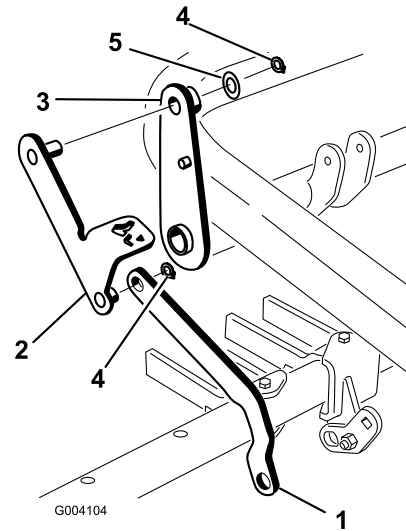

Bild 14
3. Schieben Sie das Ende des Werkzeuggestanges über den kurzen Pfosten am Pedalhebel und befestigen Sie es mit einem Haltering (Bild 14).
4. Setzen Sie den Pfosten am anderen Ende des Pedalhebels durch den Hebel oben ein und befestigen Sie ihn mit einer Scheibe (7/8 Zoll) und einem Haltering (Bild 14).